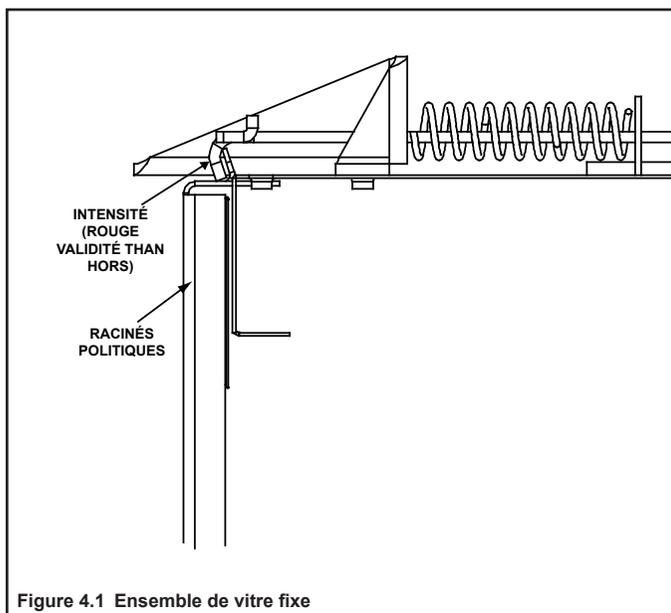

Figure 4.1 Ensemble de vitre fixe
- Sortir les quatre loquets de l'ensemble de la vitre de l'encoche du cadre de la vitre. Enlever l'ensemble de vitre du foyer. Voir la figure 4.1.